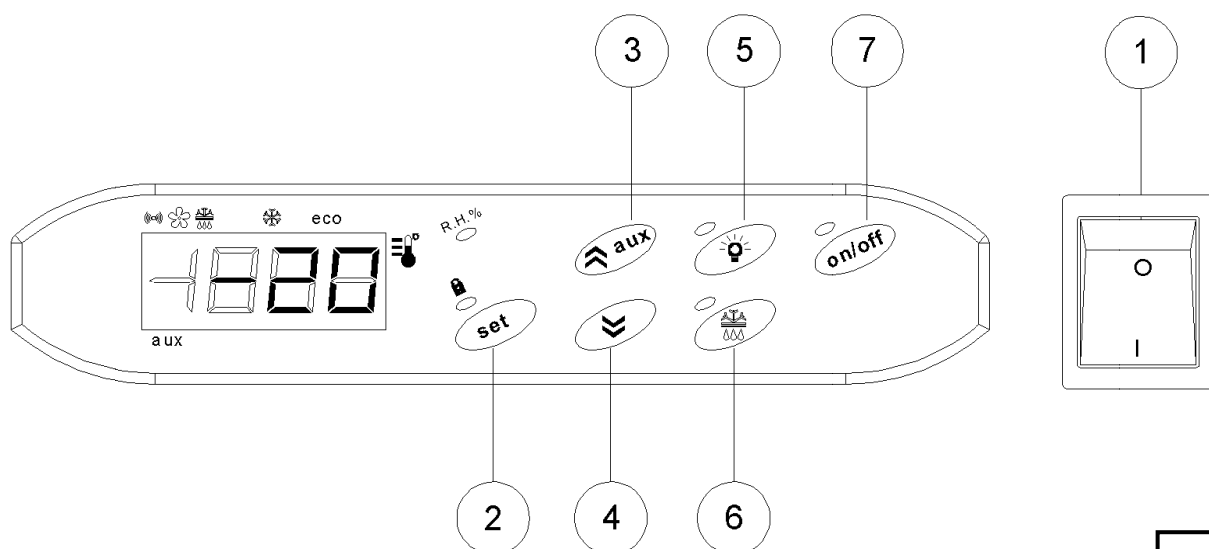

Abb. 4
Mit dem Kompressorschalter ① von Abb. 4 Spannung geben.